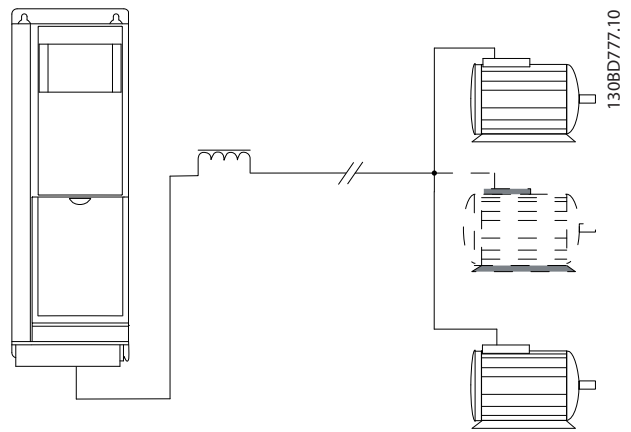
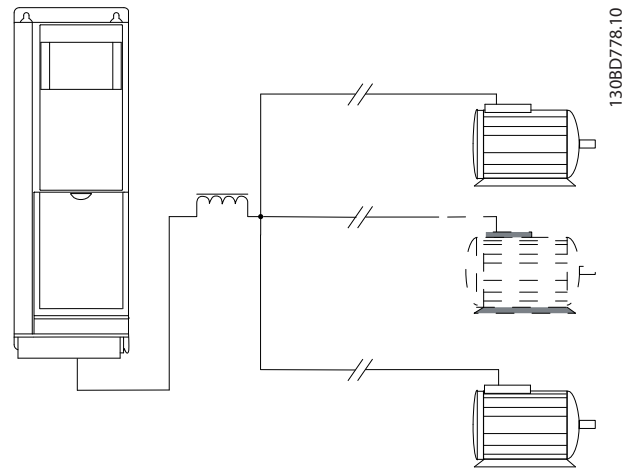

Abbildung 3.19 Parallele Kabel mit Last
Abbildung 3.20 LC-Filter für lange parallele Kabel
- Die in *Tabelle 3.4* angegebene gesamte Motorkabellänge gilt nur, solange die parallelen Kabel kurz gehalten werden (jeweils kürzer als 10 m). Siehe *Abbildung 3.19* und *Abbildung 3.20*.
- Berücksichtigen Sie den Spannungsabfall an den Motorkabeln, siehe *Abbildung 3.20*.
- Verwenden Sie bei langen parallelen Kabel ein LC-Filter, siehe *Abbildung 3.20*.